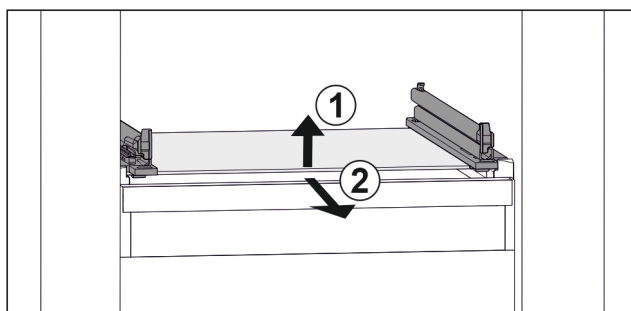

Fig. 153 Примерное отображение стеклянной пластины
- ▶ Приподнимите стеклянную пластину спереди. Fig. 153 (1)
- ▶ Извлеките стеклянную пластину движением вперед. Fig. 153 (2)